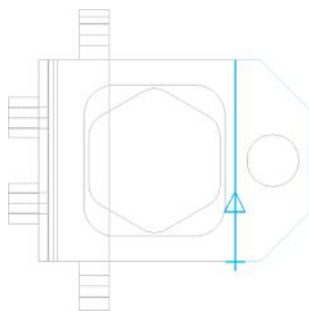

图 11-57 选择加工边界
1) 选择【刀路】/【外形】命令, 系统弹出【线框串连】对话框, 以【实体】的形式选择如图 11-57 所示台阶的外形轮廓线, 注意箭头方向, 此时刀具补偿方向为右补偿, 单击【确定】按钮 。